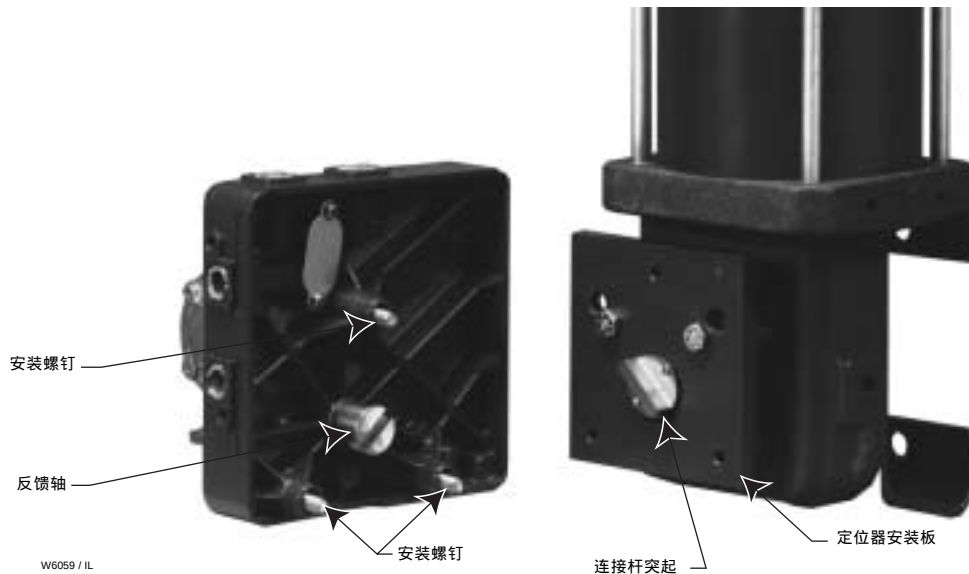

图 2. 安装定位器的基座板
- 模块化的结构——3710 型定位器可以通过添加一个 3722 型电 - 气转换器(图 2)很容易地转变为 3720 型定位器。转换器安装在 3710 型定位器的仪表和气源接口处。这为在现场将气动定位器转换成电 - 气定位器提供了一种简单、紧凑、耗费低廉的方法。